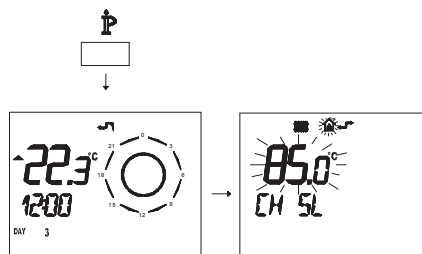

Figura 5.49
- Premere per più di 3 secondi il pulsante \hat{P} per entrare in modalità *INFO* (Figura 5.49).